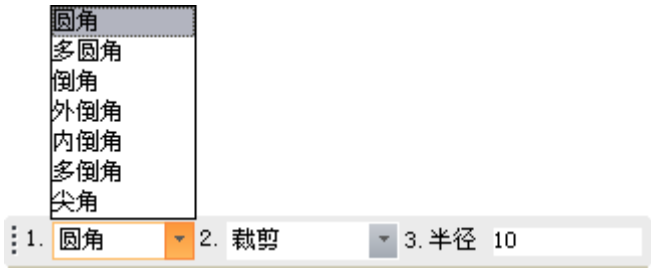

图 4-13 过渡立即菜单
- 过渡操作分为圆角、多圆角、倒角、外倒角和内倒角、多倒角和尖角等多种方式。可通过立即菜单进行选择，过渡命令的立即菜单如图 4-13 所示。
- 1) 鼠标单击立即菜单【1: 】, 则在立即菜单上方弹出选项菜单，用户可以在选项菜单中根据作图需要选择不同的过渡形式。选项菜单见图 4-13。